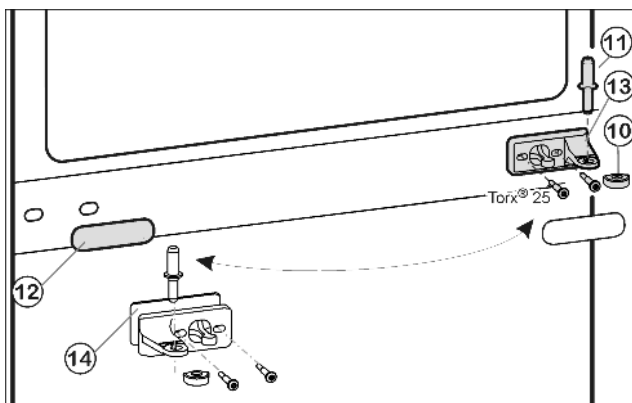
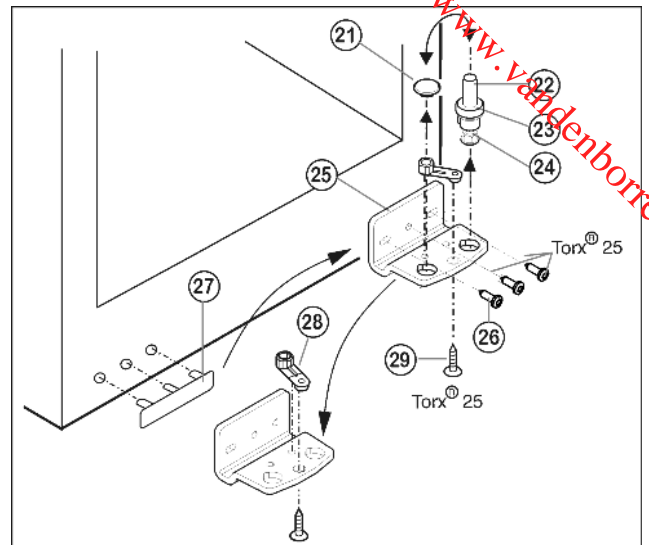

Fig. 8
Fig. 9
- ▶ Retirer le pivot central Fig. 8 (11) de sa charnière et de la porte inférieure.
- ▶ Retirer le capuchon en plastique Fig. 8 (10).
- ▶ Dévisser le support d'appui du milieu Fig. 8 (13) (2 Torx® 25).
- ▶ Retirer avec précaution le panneau-cache Fig. 8 (12).
- ▶ Visser le support d'appui du milieu Fig. 8 (13) avec le support pivoté Fig. 8 (14) de 180° sur le nouveau côté charnière (avec 4 Nm).
- ▶ Encliqueter de nouveau le panneau-cache Fig. 8 (12) tourné de 180° sur le nouveau côté poignée.
- ▶ Dévisser le pivot Fig. 9 (22) complètement avec le support Fig. 9 (23) et le pied réglable Fig. 9 (24) vers le haut.
- ▶ Enlever le bouchon Fig. 9 (21).
- ▶ Dévisser Fig. 9 (26) le support d'appui Fig. 9 (25).
- ▶ Dévisser l'élément pivotant Fig. 9 (28) et le permuter dans le trou opposé du support d'appui.
- ▶ Soulever le cache côté poignée Fig. 9 (27) avec précaution et le positionner sur le côté opposé.
- ▶ Revisser à fond le support d'appui Fig. 9 (25) sur le nouveau côté charnière en utilisant une visseuse sans fil si nécessaire, avec un couple de serrage de 4 Nm.
- ▶ Replacer le bouchon Fig. 9 (21) dans l'autre trou.
- ▶ Replacer le pivot Fig. 9 (22) complètement avec le disque et le pied réglable. Faire attention à ce que les ergots d'encliquetage soient tournés vers l'arrière.
- ▶ Placer la porte supérieure par le haut sur le pivot inférieur *Fig. 9 (22)*.
- ▶ Remettre le capuchon en plastique *Fig. 8 (10)* sur le support d'appui central *Fig. 8 (13)*.
- ▶ Placer le pivot du milieu *Fig. 8 (11)* sur le nouveau côté charnière à travers le support d'appui central *Fig. 8 (13)* dans la porte inférieure.
- ▶ Placer la porte supérieure sur le pivot du milieu *Fig. 8 (11)*.
- ▶ Aligner éventuellement les portes à la carrosserie grâce aux deux trous longitudinaux dans le support d'appui inférieur *Fig. 9 (25)* et le support d'appui central *Fig. 8 (13)*. Pour cela, dévisser la vis centrale du support d'appui inférieur *Fig. 9 (25)*.